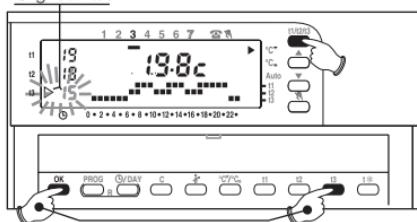

Fig. 33
**Dans les 8 secondes qui suivent** appuyer en même temps sur les touches **t3** et **OK**; la flèche **t3** et la valeur configurée clignotent (fig. 33), après quelques secondes le chrono thermostat revient au fonctionnement selon le programme configuré.